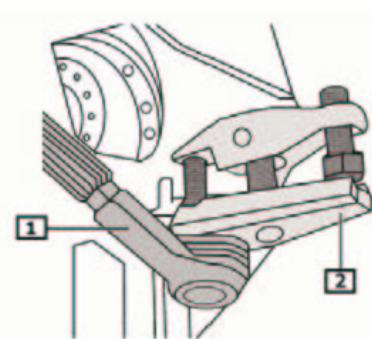
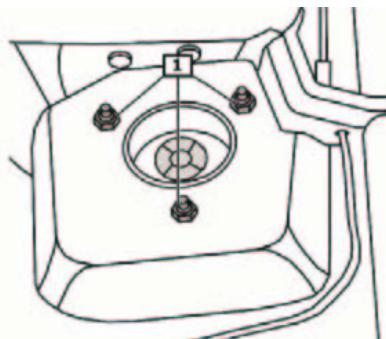

Fig. 4:
Fig. 5:
- **Fig. 4** Mutter-Spurstangenkopf abschrauben.
- **Fig. 5** Mutter(n) - Federbein oben abschrauben (1).
- **Fig. 4** Unscrew nut on track rod head.
- Disconnect track rod end from steering knuckle. (1)
- **Fig. 5** Unscrew suspension strut nut(s) top. (1)
- **Fig. 4** Tourner l'écrou de la tête du barreau.
- Séparer la tête de la bielle de connexion de la fusée d'essieu. (1)
- **Fig. 5** Dévisser l'/les écrou(s) - jambe de force en haut. (1)
- **Fig. 4** Destornillar la tuerca del cabezal de mandril.
- Separar la cabeza de la barra de acoplamiento de la mangueña. (1)
- **Fig. 5** Desenroscar tuerca(s) - pata telescópica arriba.(1)